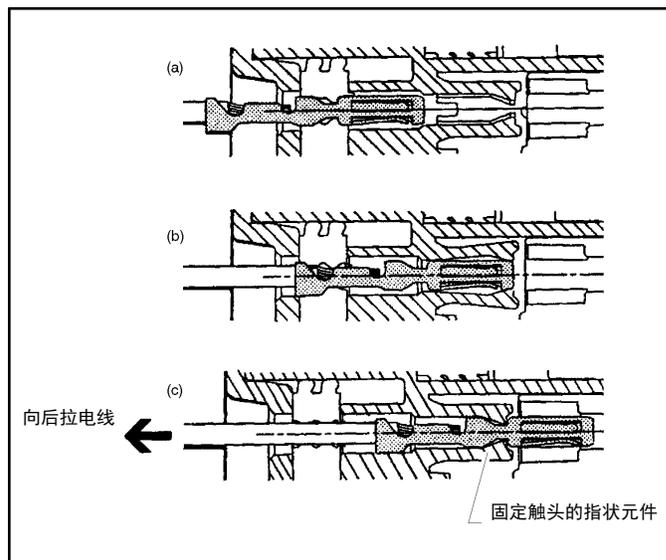

图 7-7. 插头座（第 2 个，共 4 个）
1. 想要插入触头，应将其尽可能深的直推入相应的电路空腔（参见图 7-7. 插头座（第 2 个，共 4 个））。
2. 使用 1 或 2 磅的力向后拉触头电线，以确保指状元件固定住触头（参见图 7-7. 插头座（第 2 个，共 4 个））。